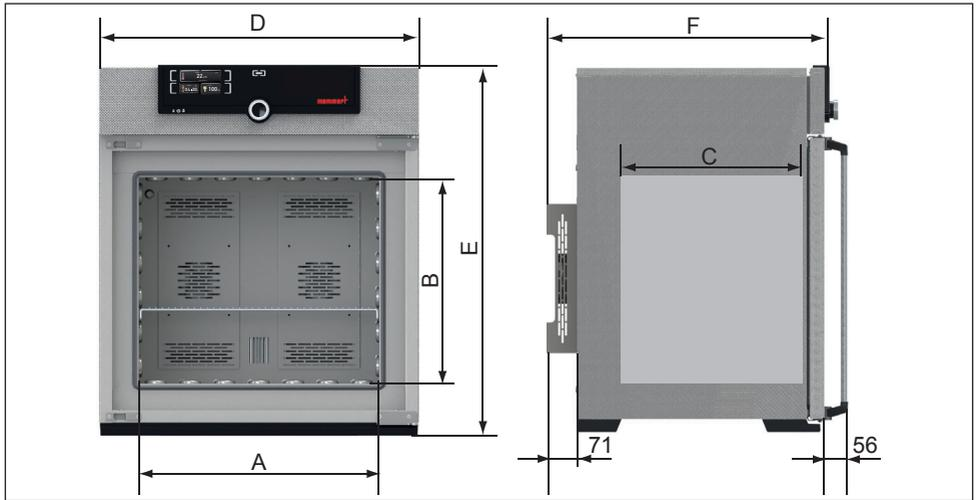

Fig. 5 Dimensiones
* Véase la fig. 5 en la página 13.
¹ Véase la Fig. 5